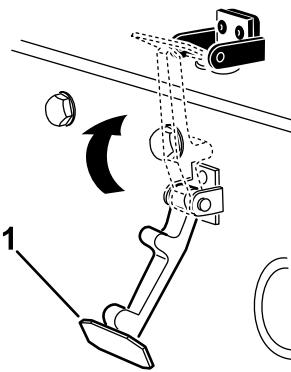

Рисунок 32
- Ведите защелку в зацепление с кронштейном защелки капота (Рисунок 32).